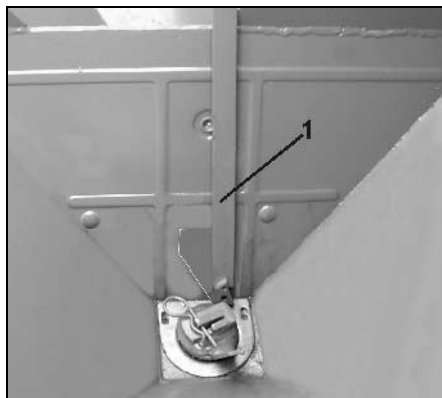

Fig. 62
- Insert setting gauge (Fig. 62/1).